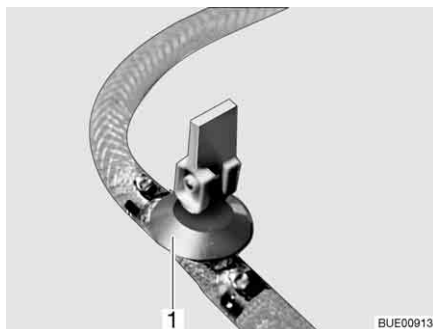
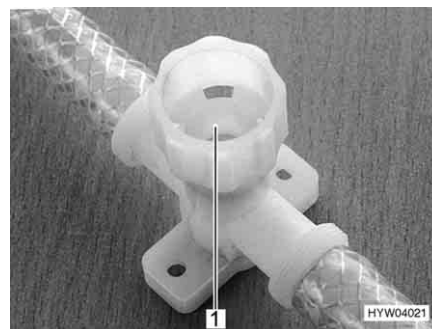

Fig. 158 Llave de desagüe (con balancín)
Fig. 159 Llave de desagüe (con tapa giratoria)
- Abrir todas las llaves de desagüe. Para esto, poner el balancín de la llave de desagüe (Fig. 158,1) en posición vertical o girar la tapa de la llave de desagüe (Fig. 159,1) en sentido contrario a las agujas del reloj.